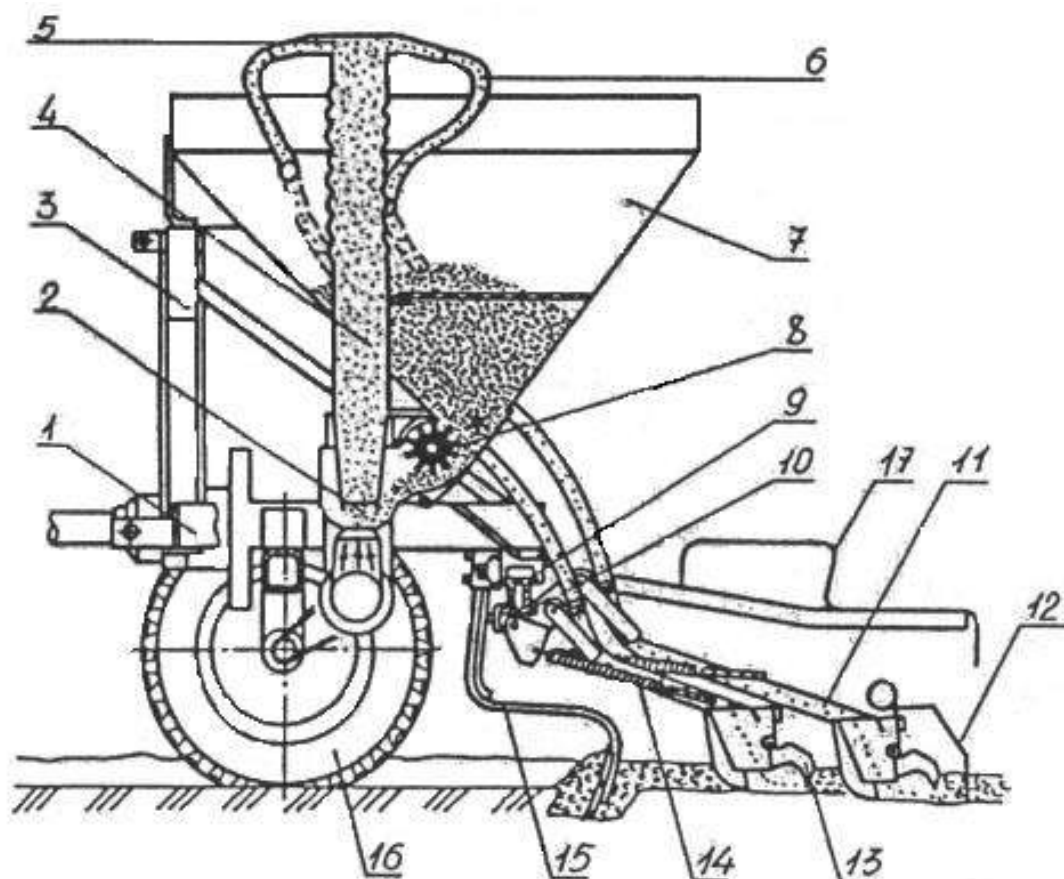

Рис. 1 Технологическая схема сеялки:
2.2 Рама 1 (рис. 1) представляет сварную конструкцию и является основной несущей частью сеялки. На раме имеются: замок 3 автосцепки СА-1.01 для присоединения сеялки к трактору; два кронштейна опорных колёс; два кронштейна для крепления зернового бункера и два кронштейна для крепления сошникового бруса.
2.4 На сошниковом брус 9 (рис. 1) закреплены поводки 10, рыхлители 15 следов колёс сеялки и трактора и два слепоказателя. Профиль сошникового бруса имеет форму двутавра.
2.4.3. В качестве следорыхлителей используются пружинные зубья 15 (**рис. 1**), установленные в кронштейнах на сошниковом бруске. В зависимости от ширины колеи сеялки и трактора кронштейны могут перемещаться вдоль бруса для ориентации рыхлителей по следам колёс.
2.5. Пневматическая высеваящая система включает: бункер для зерна 7 (**рис. 1**), высеваящий аппарат 8 катушечного типа, центробежный вентилятор (на рисунке не показан), распределитель семян, состоящий из шахтной трубы 4 и головки 5, и семяпроводы 6.
2.9. В процессе работы сеялки вращение от опорно-ходовых колес 16 (рис. 1) через механизм привода передается на катушку и ворошитель высевающего аппарата 8. Катушка захватывает семена из зернового бункера 7 и подает в эжектор 2 шахтной трубы 4, куда вентилятор нагнетает воздух. За счет эжекции семена вводятся в пневмосистему и воздушным потоком транспортируются по шахтной трубе к распределительной головке 5, где в виде семявоздушной смеси распределяются по семяпроводам 6 и подаются к сошникам 11, которые формируют бороздки для семян. Семена заделываются естественным осыпанием почвы со стенок бороздок и загорточами 12, которые выравнивают поверхность поля. Уплотненный след от колес трактора и сеялки рыхлится следорыхлителями 15.